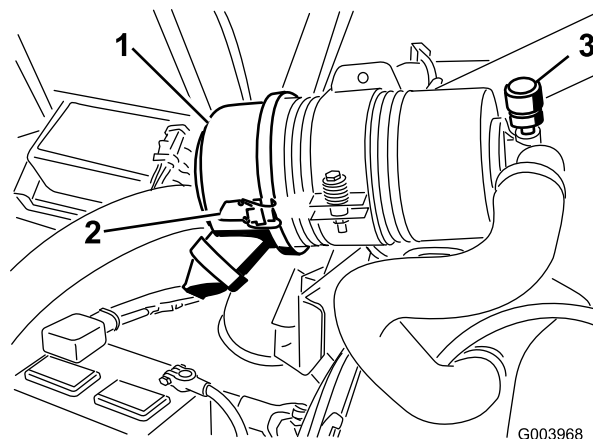

Figura 38
Effettuate la manutenzione del filtro dell'aria quando l'indicatore (Figura 38) lo richiede. Sostituendo il filtro dell'aria prima del necessario si aumenta il rischio che la morchia penetri nel motore quando si toglie il filtro.
1. Rilasciate i fermi che fissano il coperchio del filtro dell'aria al relativo corpo (Figura 38).